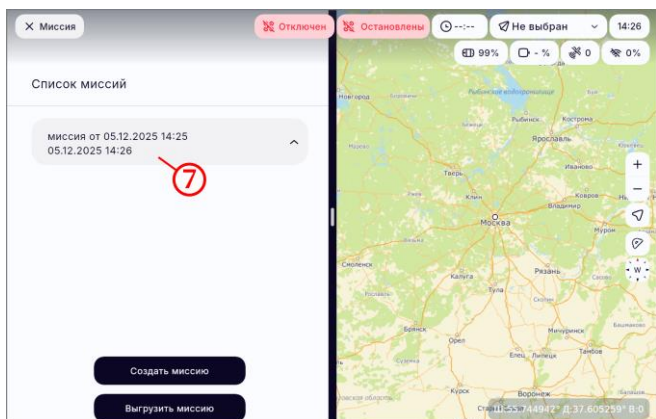

Рисунок 44
- убедиться, что миссия отображается в общем списке (рисунок 44, шаг 7);